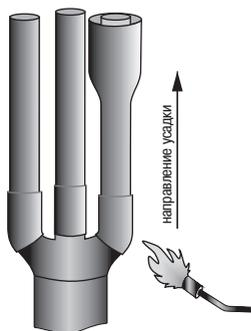

Рисунок 11.
4.26 На жилы кабеля надеть вторые термоусаживаемые трубки (красного цвета), наложив концы трубок, на внутренней поверхности которых нанесён клей, на пальцы перчатки до упора в основание и усадить, начиная с основания пальцев. После усадки по торцам трубок у перчатки должен быть виден выступивший клей-расплав. (рисунок 11).